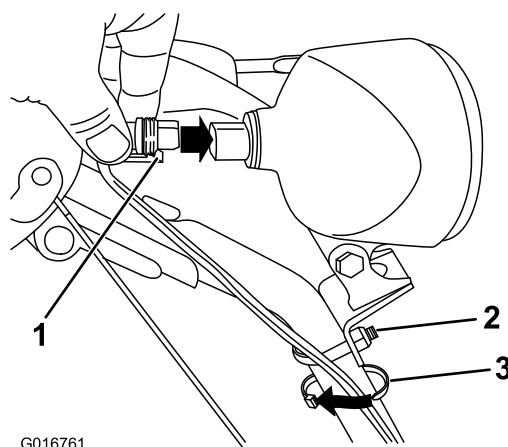

Figure 17
1. Branchez directement le connecteur qui est au bout du fil à l'arrière du phare et enfoncez-le bien en place (Figure 17).
Remarque: Assurez-vous que l'attache en plastique du connecteur se trouve en bas (Figure 17).
2. Attachez un serre-câble (pris dans le sachet de pièces détachées) autour du câble et du guidon à environ 2,5 cm (1 po) en dessous de l'étrier fileté (Figure 17).